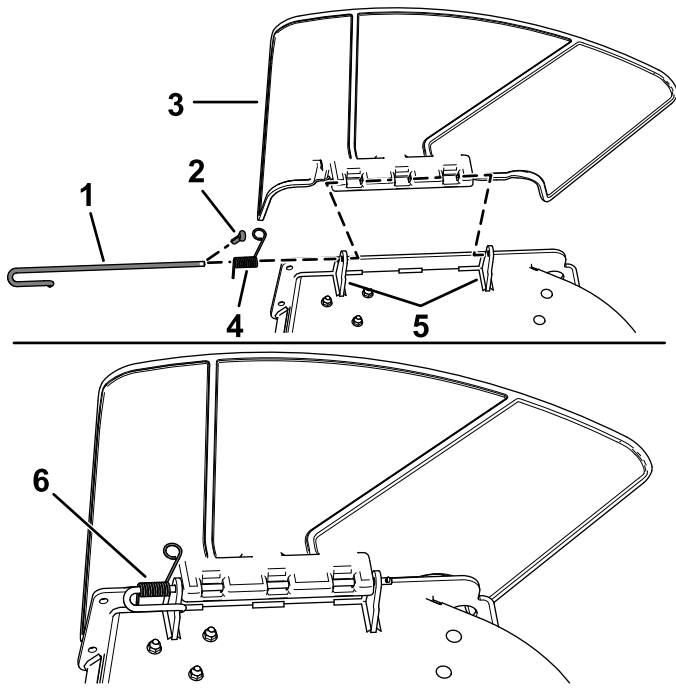

Figura 78
1. Togliete la coppiglia (Figura 78).
2. Sganciate la molla dalla tacca presente sulla staffa del deflettore e fate scorrere l'asta per estrarla dalle staffe saldate del piatto di taglio, dalla molla e dal deflettore di scarico (Figura 78).
9. Montate la coppiglia (Figura 78).